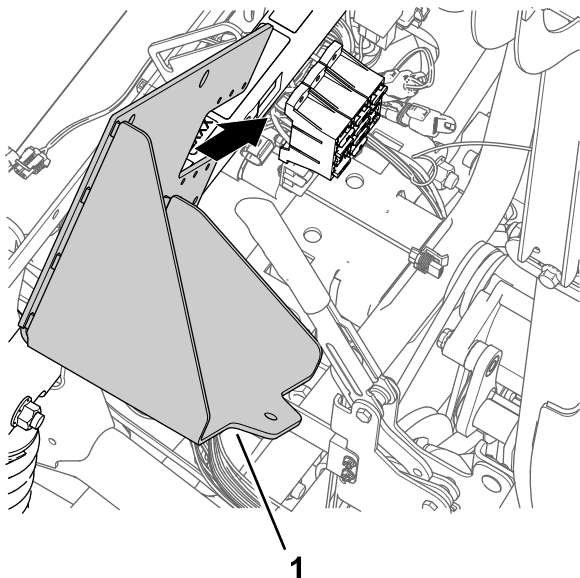

Рисунок 172
1. Совместите новый кронштейн аккумуляторной батареи с опорной трубой амортизатора машины и блоком предохранителей (Рисунок 172).